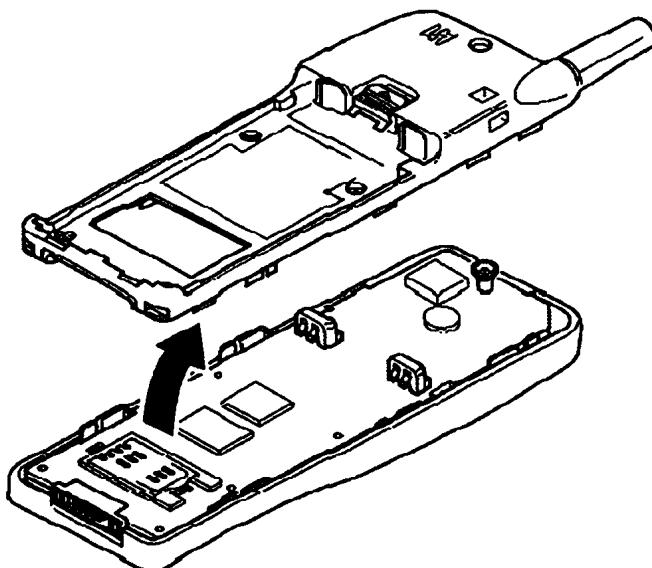

图 1-2 拆机步骤之二
(2) 从机壳的后部向上推，即可将后壳取下（见图 1-2。小心机壳上的卡口）。